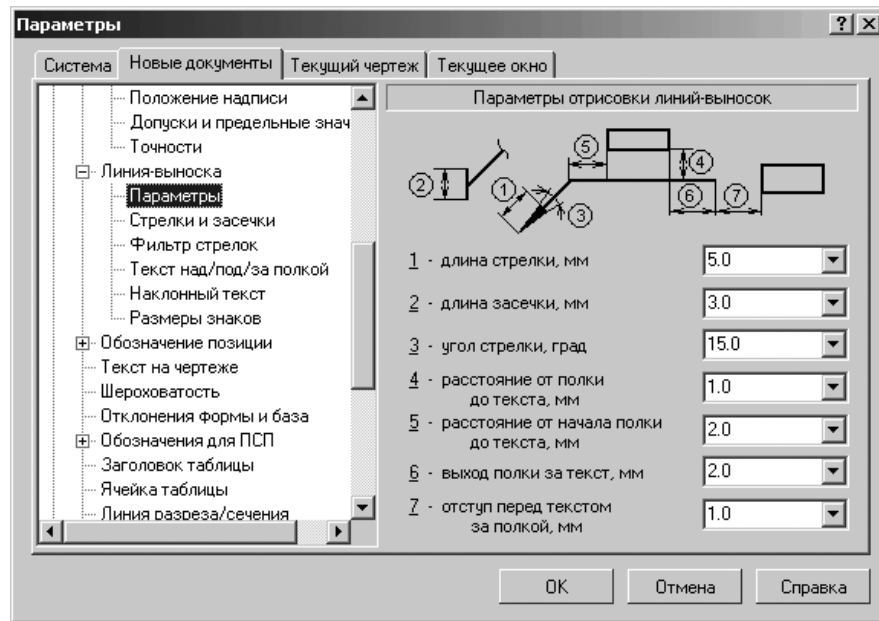

Рис. 10.34. Диалоговое окно **Параметры** с открытой вкладкой **Новые документы** и панелью **Параметры отрисовки линий-выносок**
- щелкните в списке настраиваемых элементов **Линия-выноска** по пункту **Параметры**. В правой части появится панель **Параметры отрисовки линий-выносок**, показанная на рис. 10.34;